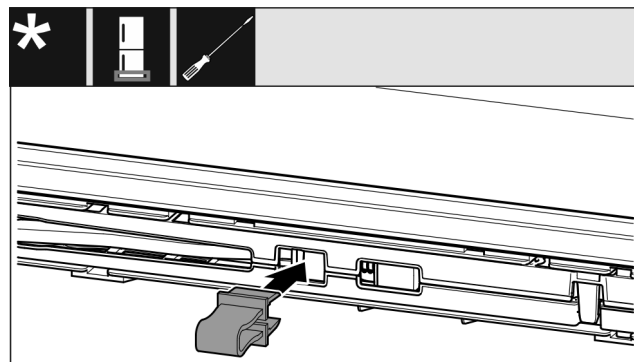

Fig. 18
- ▶ Pattintsa be a biztosítékot a nyílásba. (lásd Fig. 18)